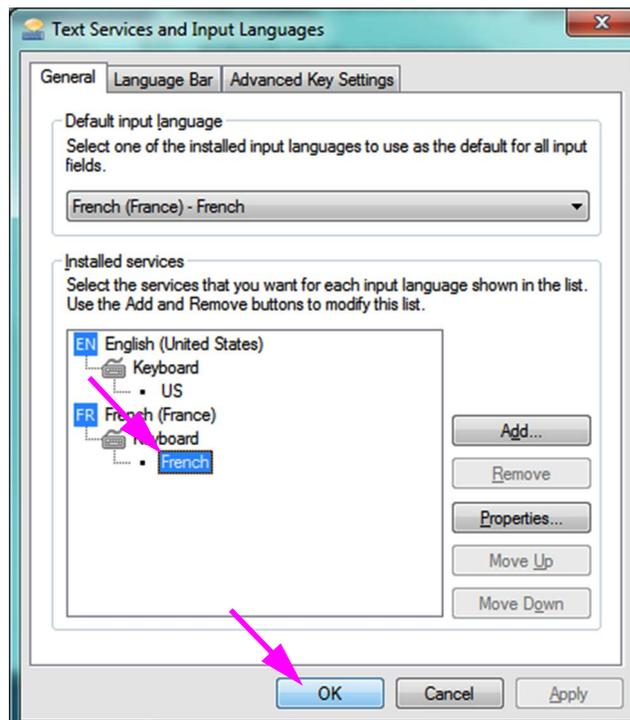

Abbildung C-11. Bildschirm „Text Services and Input Languages“ (Textdienste und Eingabesprachen) – Registerkarte „General“ (Allgemein)
- Klicken Sie auf die Registerkarte **General (Allgemein)** (vgl. Abbildung C-11) und wählen Sie mit dem scrollbaren Feld im Bereich „Installed services“ (Installierte Dienste) das (neue) gewünschte Tastaturlayout aus. Klicken Sie anschließend auf die Schaltfläche **OK**.